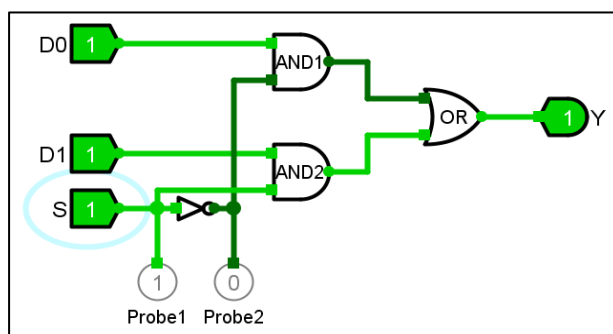

图 11.14 电路冒险检测探针电路图
- ① 如图 11.14 所示，在非门两端分别连接探针，并设置 D0=1、D1=1、S=1，观察输出值。